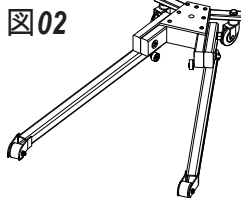

図02
- 図02参照：ワッシャー #2 とテンションワッシャー #43、ボルト #42 を使用して、支柱 #20 をベース #44 に取り付けます。